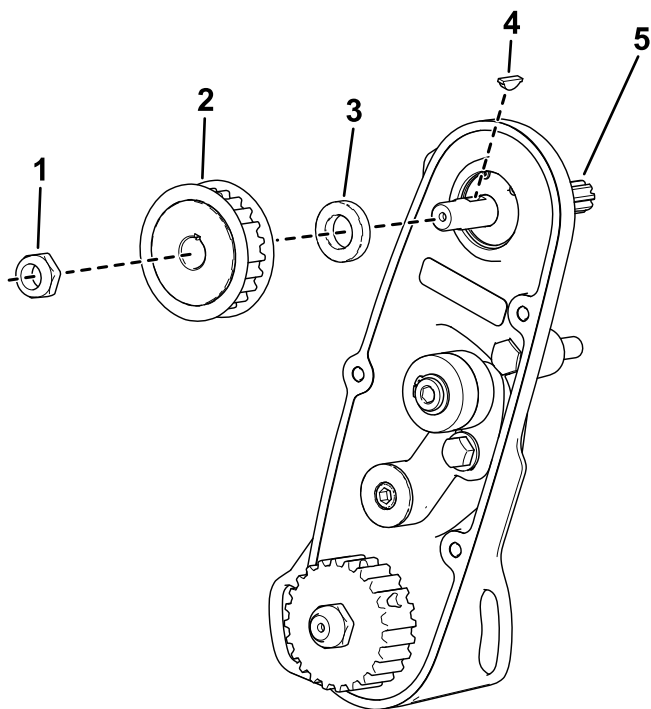

Figura 5
- F. Îndepărtați piulia, fulia, distanțierul i cheia (Figura 5).
G. Îndepărtați arborele de acționare a cilindrului existent (**Figura 5**).